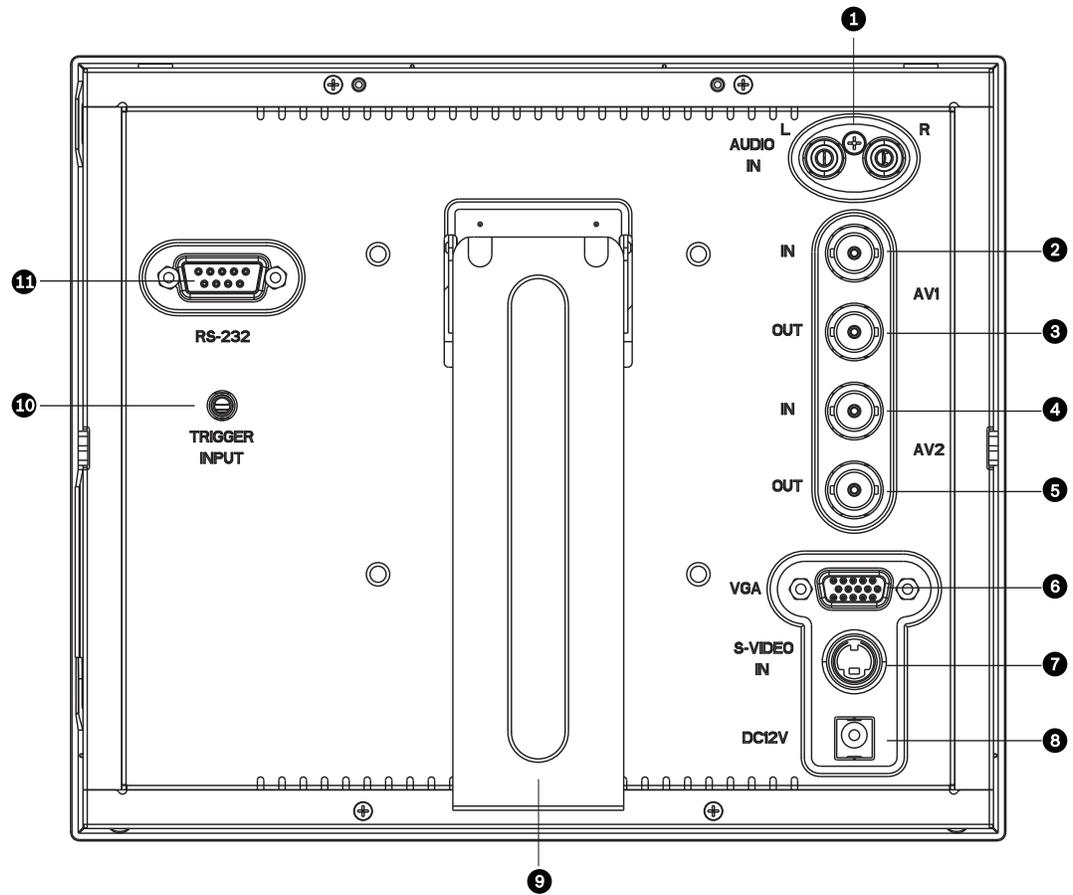
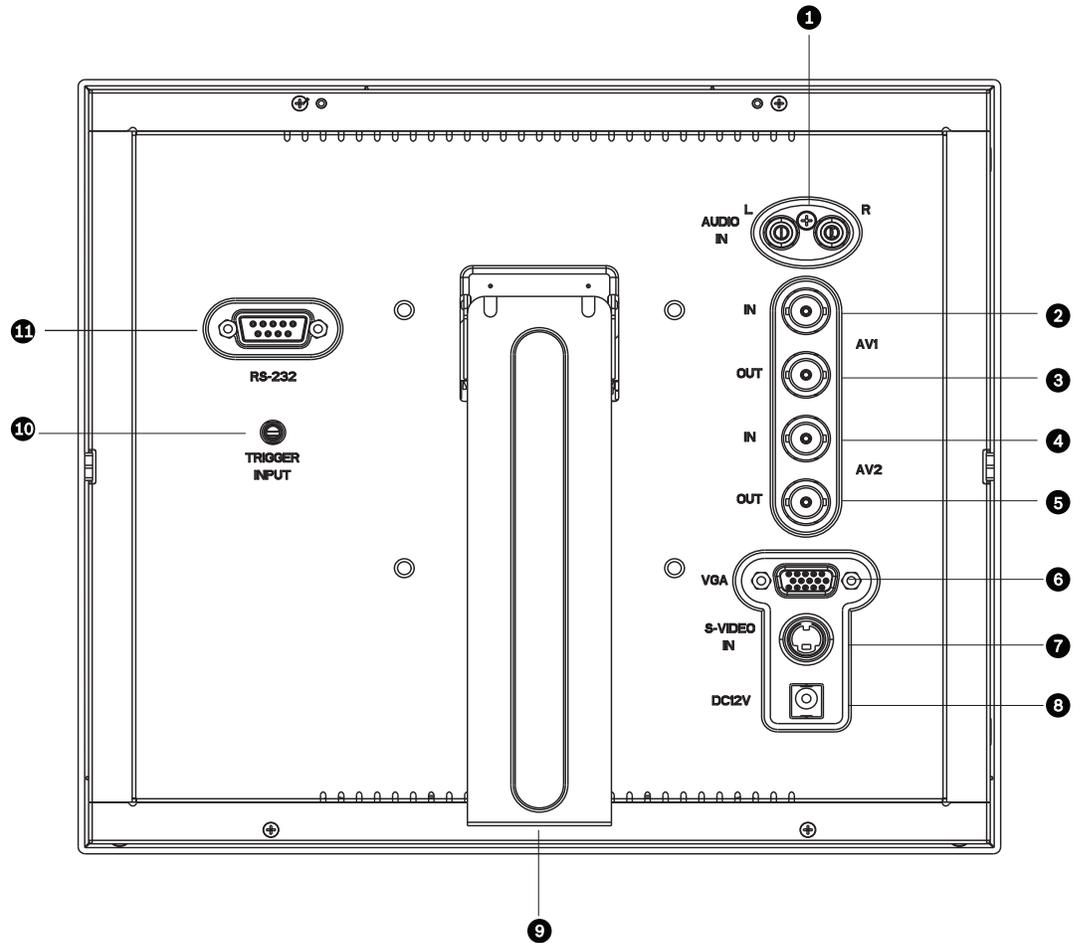

图 3.2 背面板 (UML-080-90, UML-082-90)
图 3.3 背面板 (UML-100-90, UML-102-90)
监视器背面板上有两 (2) 个用于连接复合视频输入的 BNC 连接器和两 (2) 个用于连接复合视频输出的 BNC 连接器 (参见图 3.2 和图 3.3)。
监视器背面板有一 (1) 个迷你 DIN 型连接器，用于连接 S 视频 (Y/C) 输入 (参见图 3.2 和图 3.3)。